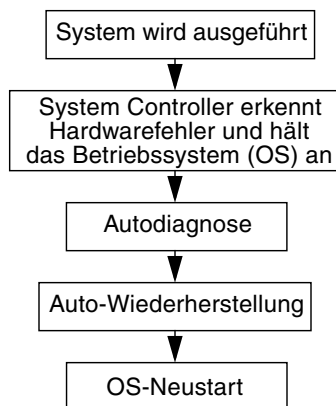

ABBILDUNG 5-1 Ablauf von Autodiagnose und Auto-Wiederherstellung
Je nach Art des aufgetretenen Hardwarefehlers und den eingestellten Diagnoseroutinen führt der System Controller bestimmte Diagnose- und Wiederherstellungsschritte aus, wie in ABBILDUNG 5-1 dargestellt. Die Firmware beinhaltet eine *Autodiagnose-Engine* (AD), die Hardwarefehler, die die Verfügbarkeit eines Servers beeinträchtigen, erkennt und diagnostiziert.
Die folgende Zusammenfassung beschreibt den in ABBILDUNG 5-1 dargestellten Ablauf: